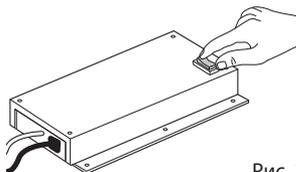

Рис. 2
- красная кнопка сброса на коробе электрической системы нажата (рис. 2)